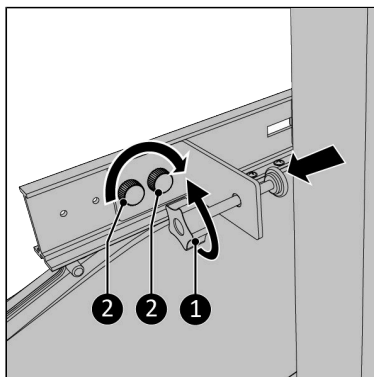

Figura 82.
12. Înșurubați complet șurubul de fixare (Figura 82, nt. 1).
14. Înșurubați suportul de fixare pe șina principală folosind cele două șuruburi cu buton (Figura 82, nt. 2).